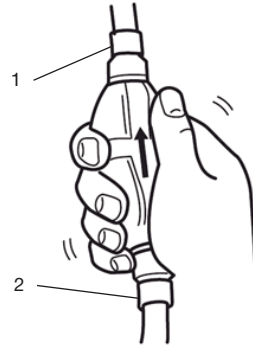

Рис. 13 Топливный насос
3. Нажимайте на топливный насос до тех пор, пока не почувствуете, что он заполнился (Рис. 13).